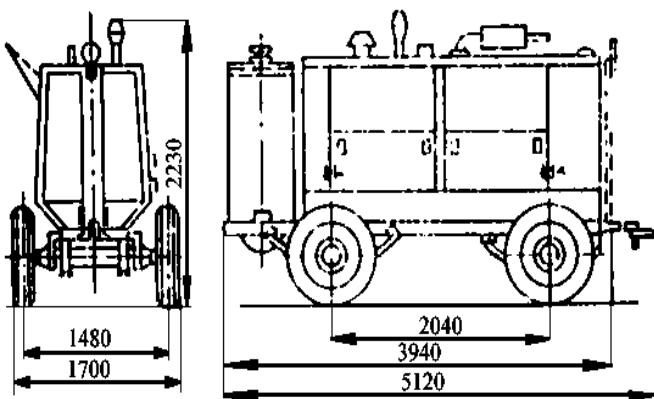

Рис.1. Габаритные размеры станции ПР-10/8М2
Прицепная компрессорная станция ПР-10/8М2 (рис. 1) с роторным маслозаполненным компрессором предназначена для снабжения сжатым воздухом пневматических инструментов на строительных, дорожных и других работах при температуре окружающего воздуха от 238 до 313 К (от -35 до +40°С) и атмосферном давлении не ниже 0,089 МПа (650 мм рт. ст.), соответствующем высоте местности 1300 м над уровнем моря.
2.12. Габаритные размеры, мм	см. рис. 1